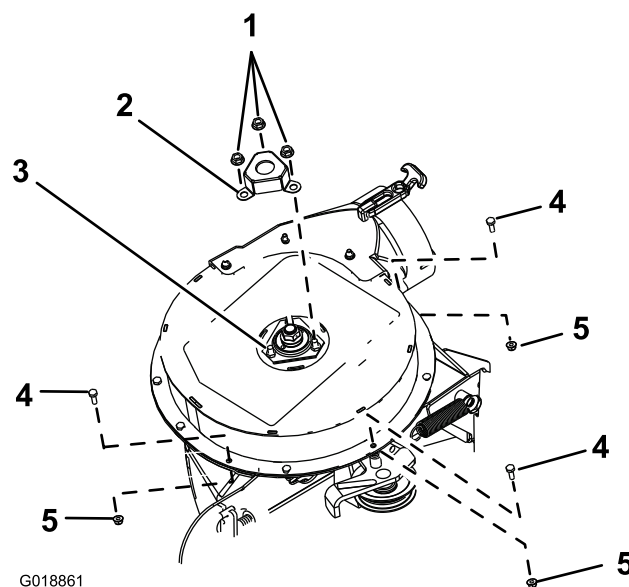

Figura 6
1. Rimuovete i 3 dadi scanalati che fissano la copertura dell'albero al gruppo soffiatore (Figura 6).
2. Rimuovete ed eliminate la copertura dell'albero (Figura 6).
3. Rimuovete i 3 bulloni a testa esagonale (1/4 x 3/4 poll.) e i 3 dadi di bloccaggio (1/4 poll.) dall'alloggiamento del soffiatore come mostrato nella Figura 6.